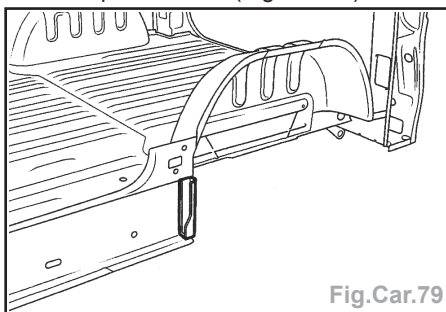

Fig.Car.79
**Nota** : le remplacement de cette pièce est une opération liée au remplacement d'une doublure de panneau latéral arrière partie avant (Fig.Car.79).